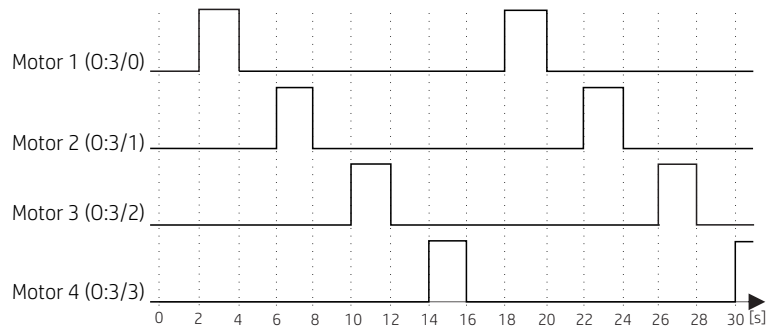

Figura 4. Secuencia de motores
**Descripción y especificaciones del proyecto.-** Durante un proceso de manufactura dentro de una fábrica, se utiliza una serie de bandas transportadoras para desplazar el producto desde un segmento del proceso a otro; dichas bandas están accionadas por motores de manera secuencial, tal como se muestra en la Figura 4.